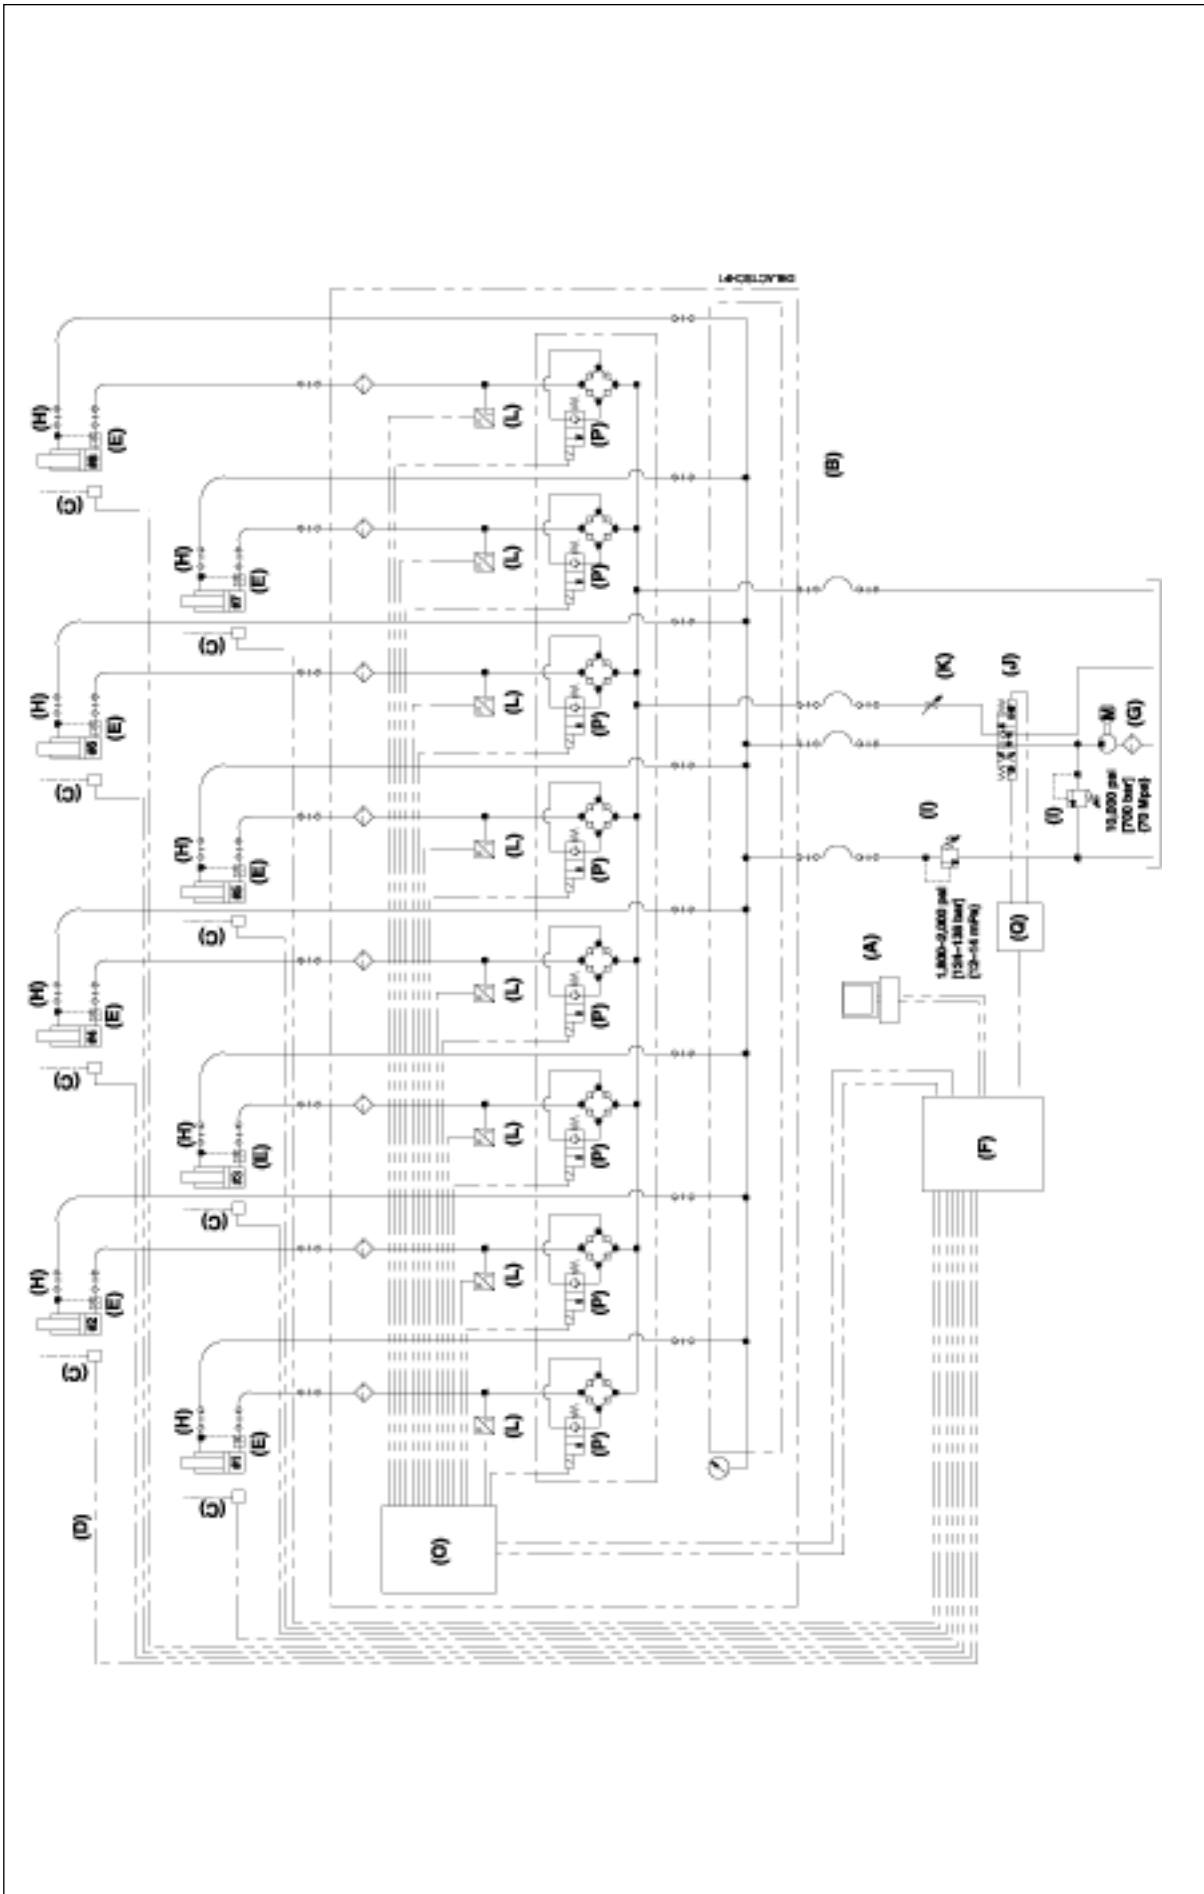

Abbildung 1: Hubvorrichtung mit 8 Punkten und doppelt wirkenden Zylindern
(Siehe Abb. 1 und 2)
Alle Leitungen zum Einfahren der Zylinder sind an einem gemeinsamen Verteiler für die Rücklaufleitung angeschlossen. Der Verteiler für die Rücklaufleitung wird dann an dem Wegeventilanschluss zum Einfahren des Zylinders angeschlossen. Bei dem Ventil Enerpac VSP-424 ist dieser Anschluss mit "B" gekennzeichnet und befindet sich an der Oberseite. Montieren Sie an dem Anschluss zum Einfahren des Zylinders ein Ventil V-152, das auf 124-138 bar (1800-2000 psi) eingestellt ist. (Siehe Abb. 1 und 2.)
9.0 ZUSAMMENBAU DER ELEKTRISCHEN KOMPONENTEN (Siehe Abb. 1 und 2)